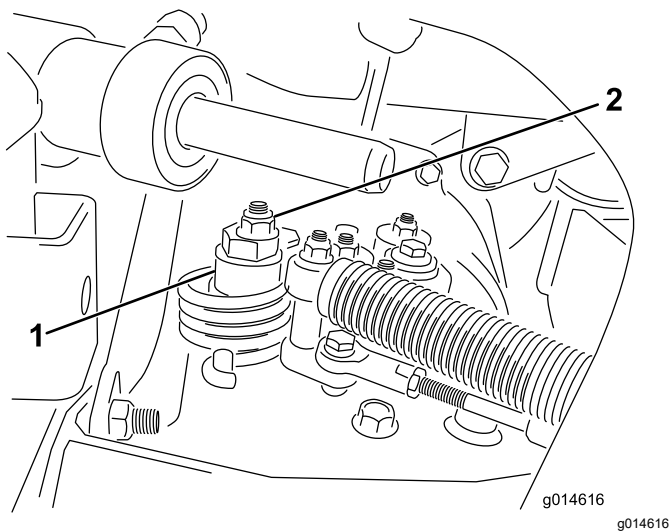

図 38
- 偏心ナットを hidrostat 上部に止めているナットをゆるめる 図 38。
- C. どちらにも車輪が回らないように偏芯ナットを回して調整する。調整ができれば固定ナットを締める 図 38。スロットル低速 および高速位置で調整が正しいことを確認する。